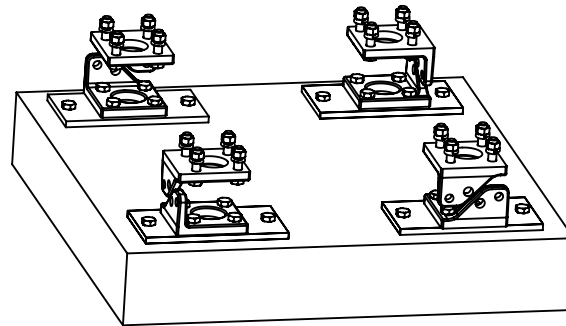

ABBILDUNG 2
1. DIE HALTER 4 IN EINEM WINKEL VON 90 GRAD ENTSPRECHEND ABBILDUNG 2 MONTIEREN.